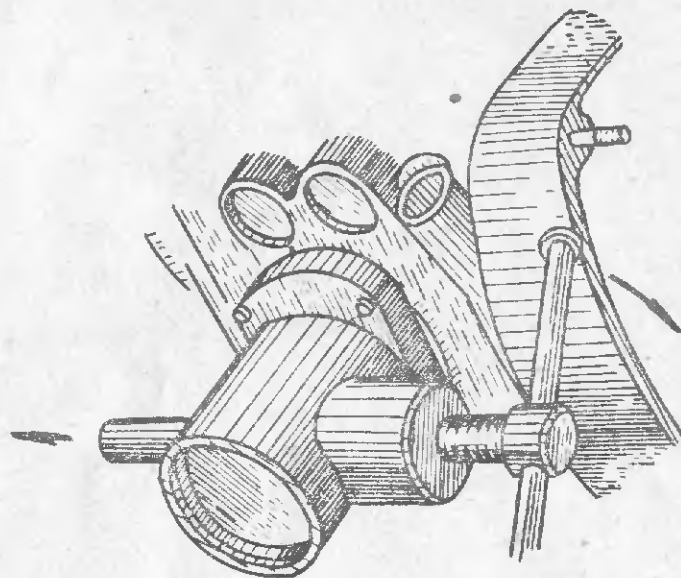

Рис. 30. Выпрессовка поршневого пальца
- надеть на поршень приспособление и выпрессовать поршневой палец (рис. 30), при этом следить внимательно, чтобы винт приспособления при выпрессовке пальца не портил поверхность отверстия в поршне и втулке шатуна;